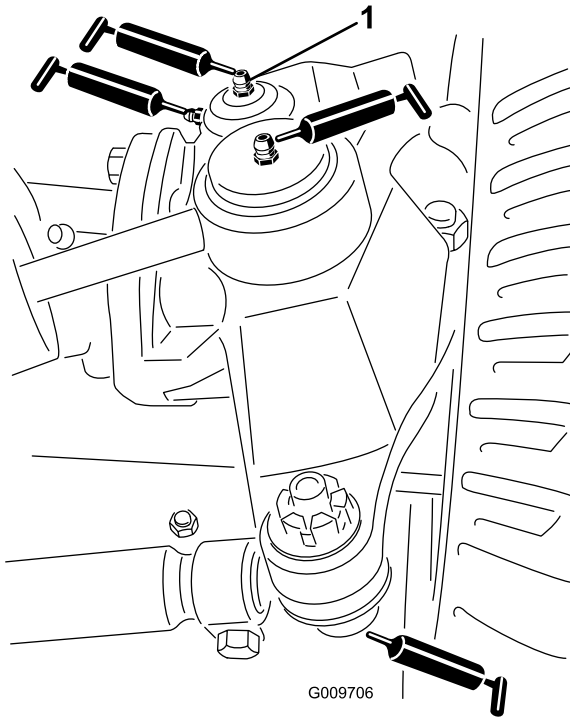

Figure 49
- Rotules de vérin de direction (2) (Figure 49)
- Rotules de biellettes (2) (Figure 49)
- Bagues de pivots de fusées (2) (Figure 49). **Le graisseur supérieur du pivot de fusée ne doit être lubrifié qu'une fois par an (2 injections de graisse).**